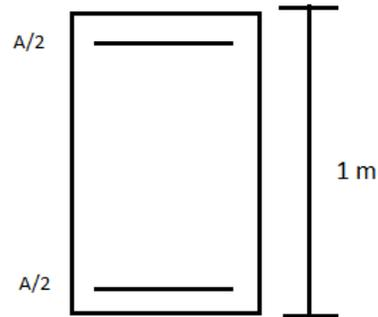

Figura 3
- Determinar la armadura longitudinal necesaria para la primera fase de trabajo para satisfacer ELU de solicitaciones normales empleando la siguiente disposición de las armaduras indicada en la figura 3.